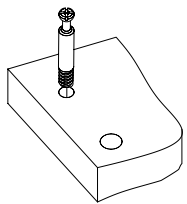
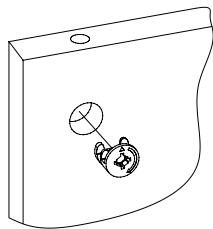

Рис.1
Рис.2
- Подготовьте детали к сборке. Вкрутите шпильки минификсов в детали 1, 2, 3, 4 и деталь 1 от ИЗ-510 (Рис. 1). Затем вставьте головки минификсов в детали 2, 3, 4, 5, 6, 7 (Рис. 2).